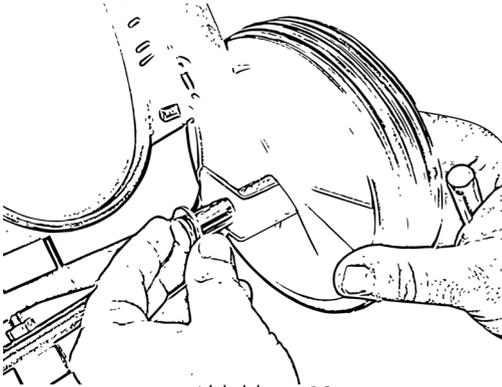

Abbildung 10
- Schieben Sie den Radbolzen über die Radaufhängung, Abb.10.